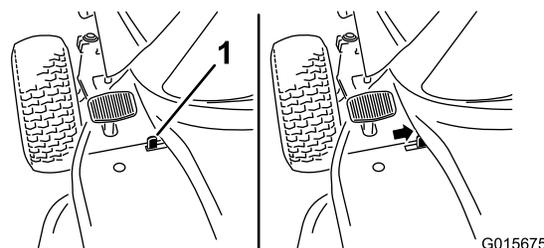

Figura 7
- Per macchina con freno di stazionamento a interruttore: Fate scorrere l'interruttore del freno di stazionamento (Figura 7) ed alzate lentamente il piede dal pedale del freno.